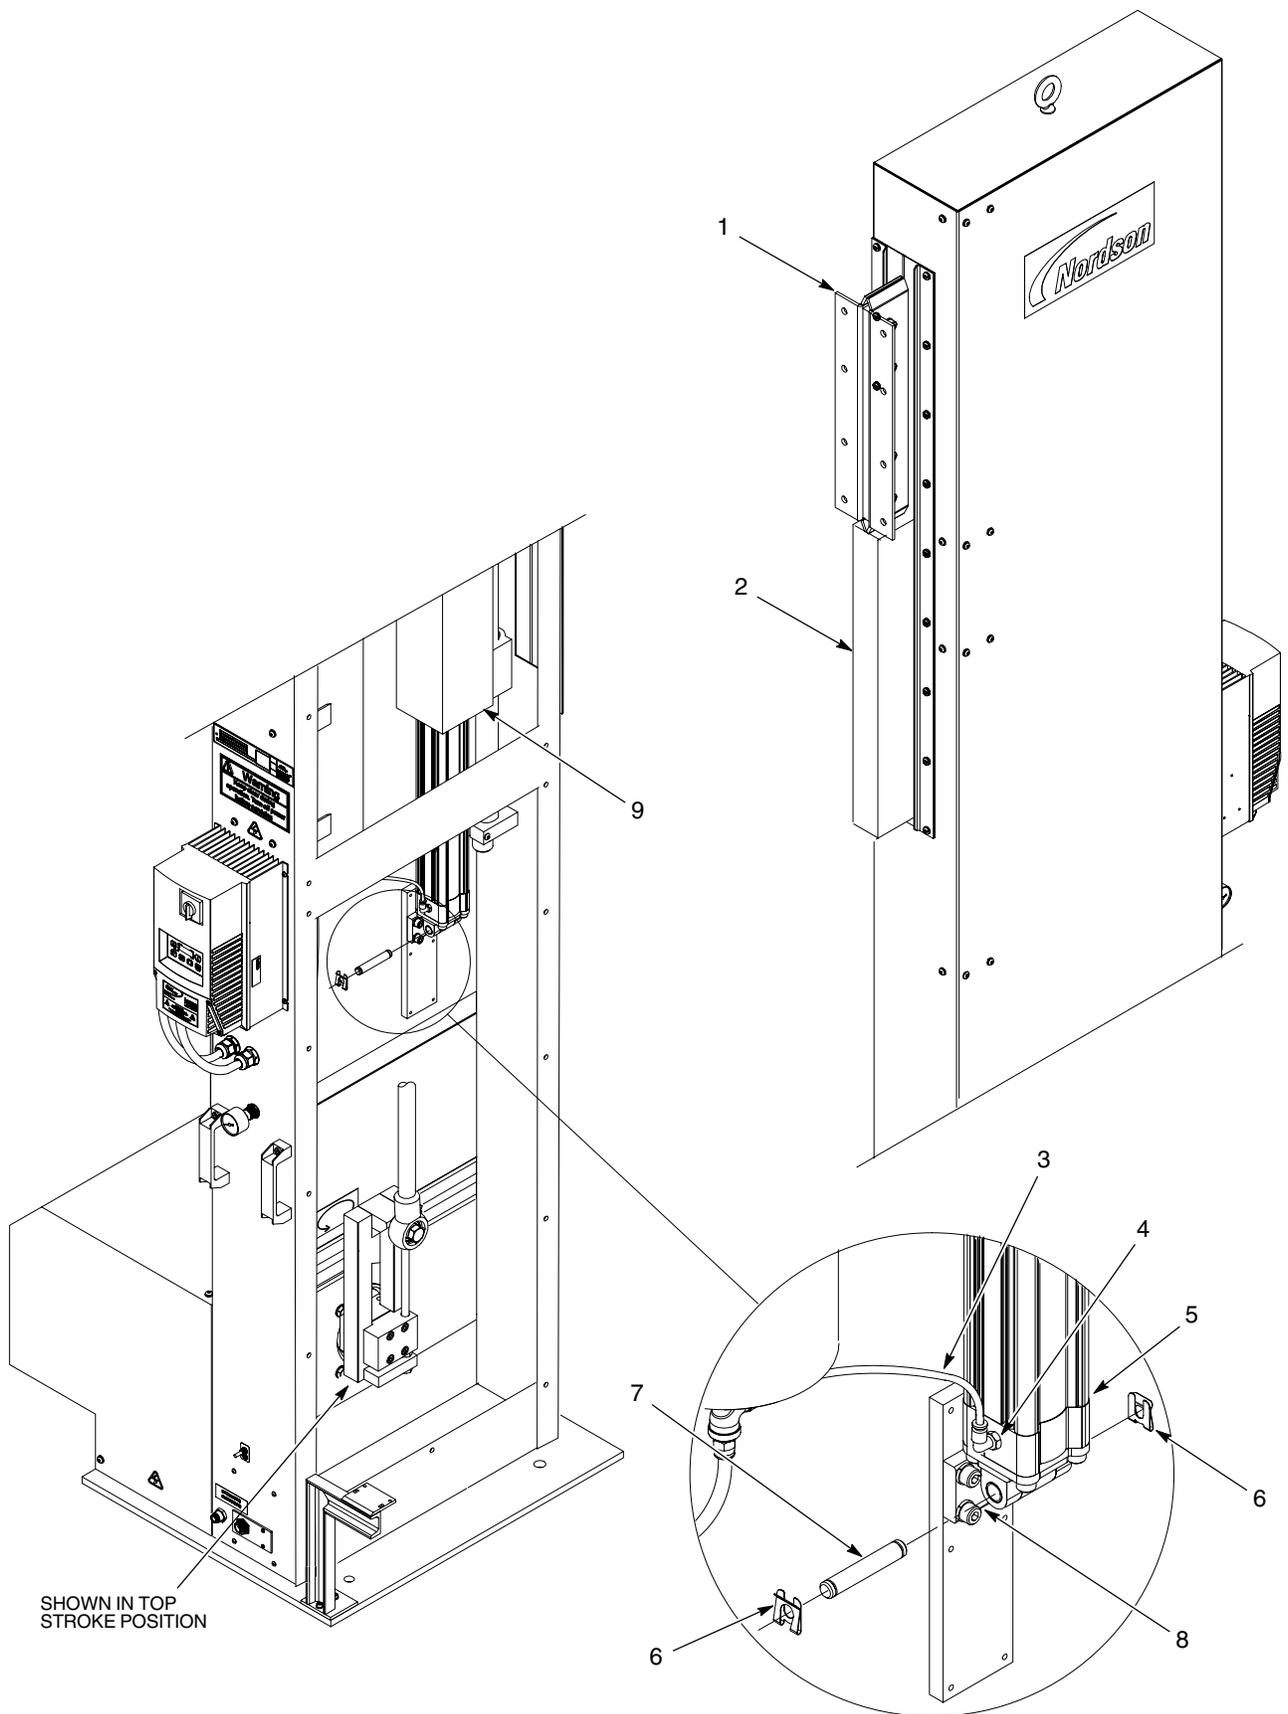

Рис. 15 Снятие пневмоцилиндра
1. См. рис. 15. Снять распылители и крепежные детали с монтажного кронштейна (1) каретки распылителей.
2. Сдвинуть каретку распылителей (1) в положение хода вверх. При помощи бруска (2) зафиксировать каретку распылителей (1), как показано.
4. Отсоединить пневматическую линию (3) от фитинга пневмоцилиндра (4).
5. Снять скобы (6) и штифт (7) крепления пневмоцилиндра (5) на кронштейне (8). Извлечь пневмоцилиндр из монтажной трубки (9) узла подшипников.
6. Сдвинуть каретку распылителей (1) в положение хода вниз, осторожно сняв брусок (2).